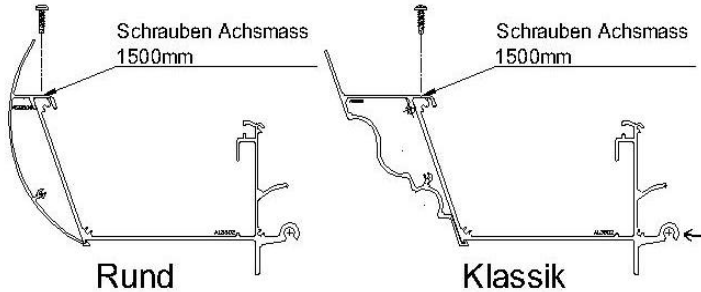

Abb. 8
1.16 Drücken Sie die gewünschte Rinnenblende über die Rinne und klicken sie diese fest ein. Abb.:8 .